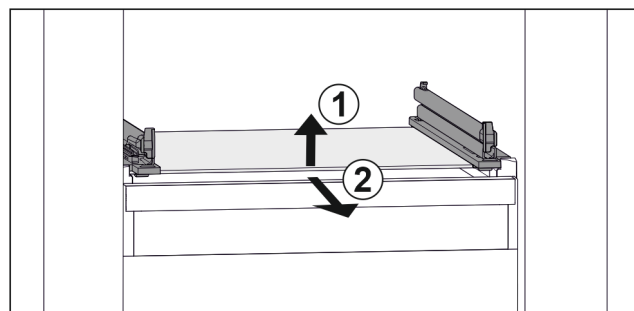

Fig. 139 Příklad znázornění skleněné desky
- ▶ Nadzvedněte skleněnou desku vpředu. Fig. 139 (1)
- ▶ Vyjměte skleněnou desku dopředu. Fig. 139 (2)